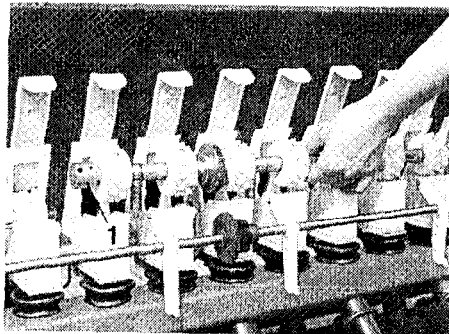

Fig. 95b
- Verbindungsbuchsen (Fig. 95b/1) nach dem Lösen der Skt.-Schrauben auf der Säwelle verschieben und die Säwelle mit Särädern nach hinten herausnehmen und gegen die Bohnensäwelle austauschen.